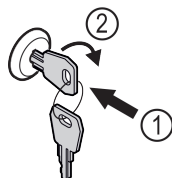

Fig. 170 Példaként szolgáló ábrázolás
- ▶ Dugja be a kulcsot Fig. 170 (1).
- ▶ Forgassa el a kulcsot 90°-kal az óramutató járásával megegyező irányba Fig. 170 (2).